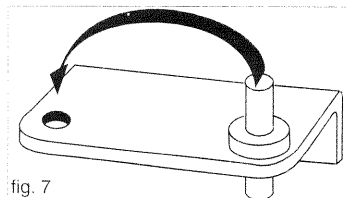

fig. 7
- 12- Déplacez l'axe du support pivot intermédiaire dans le logement libre (fig. 7).